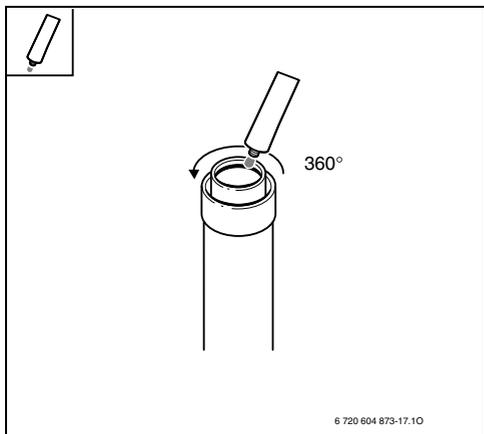

Fig. 31
► Aplicar un poco de grasa exenta de solventes (por ej. vaselina) en el vedante/junta del lado del escape (Fig. 31).